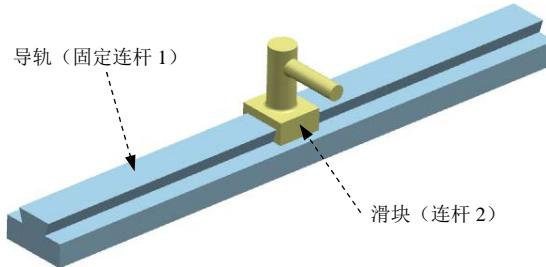

图 7.3.5 机构模型
下面举例说明数学函数驱动的应用。在图 7.3.5 所示的机构中，定义滑块在导轨上的位移呈余弦变化。
Step5. 定义固定连杆 1。选择下拉菜单  →  命令，系统弹出“连杆”对话框；选取图 7.3.5 所示的导轨为固定连杆 1，在 **质量属性选项** 下拉列表中选择 **自动** 选项，在 **设置** 区域中选中  **固定连杆** 复选框，在 **名称** 文本框中采用默认的连杆名称“L001”，单击  按钮，完成固定连杆 1 的定义。
Step6. 定义连杆 2。选取图 7.3.5 所示的滑块为连杆 2；在 **质量属性选项** 下拉列表中选择 **自动** 选项；在 **设置** 区域中取消选中  **固定连杆** 复选框；在 **名称** 文本框中采用默认的连杆名称“L002”；单击  按钮，完成连杆 2 的定义。